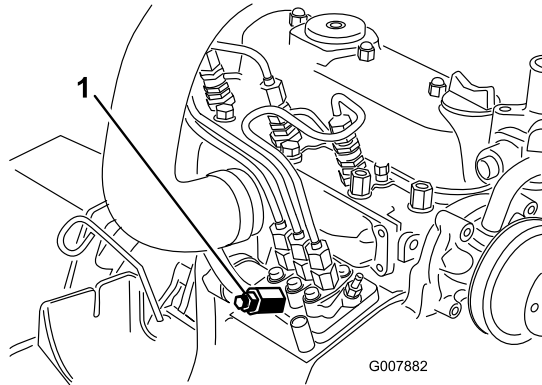

Figure 48
3. Placez un chiffon sous la vis de purge d'air sur la pompe d'injection et ouvrez-la (Figure 48).